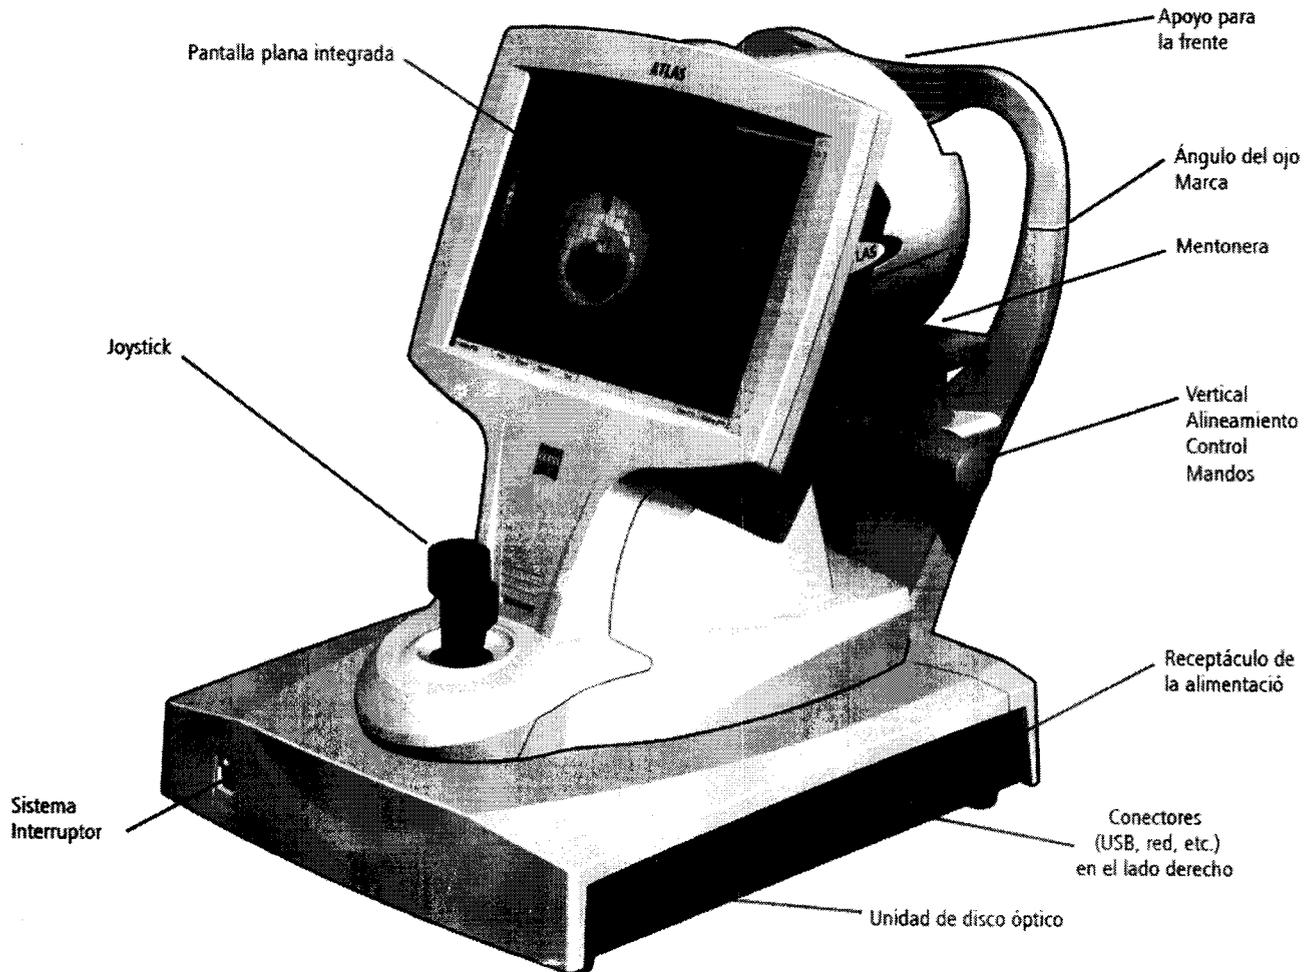
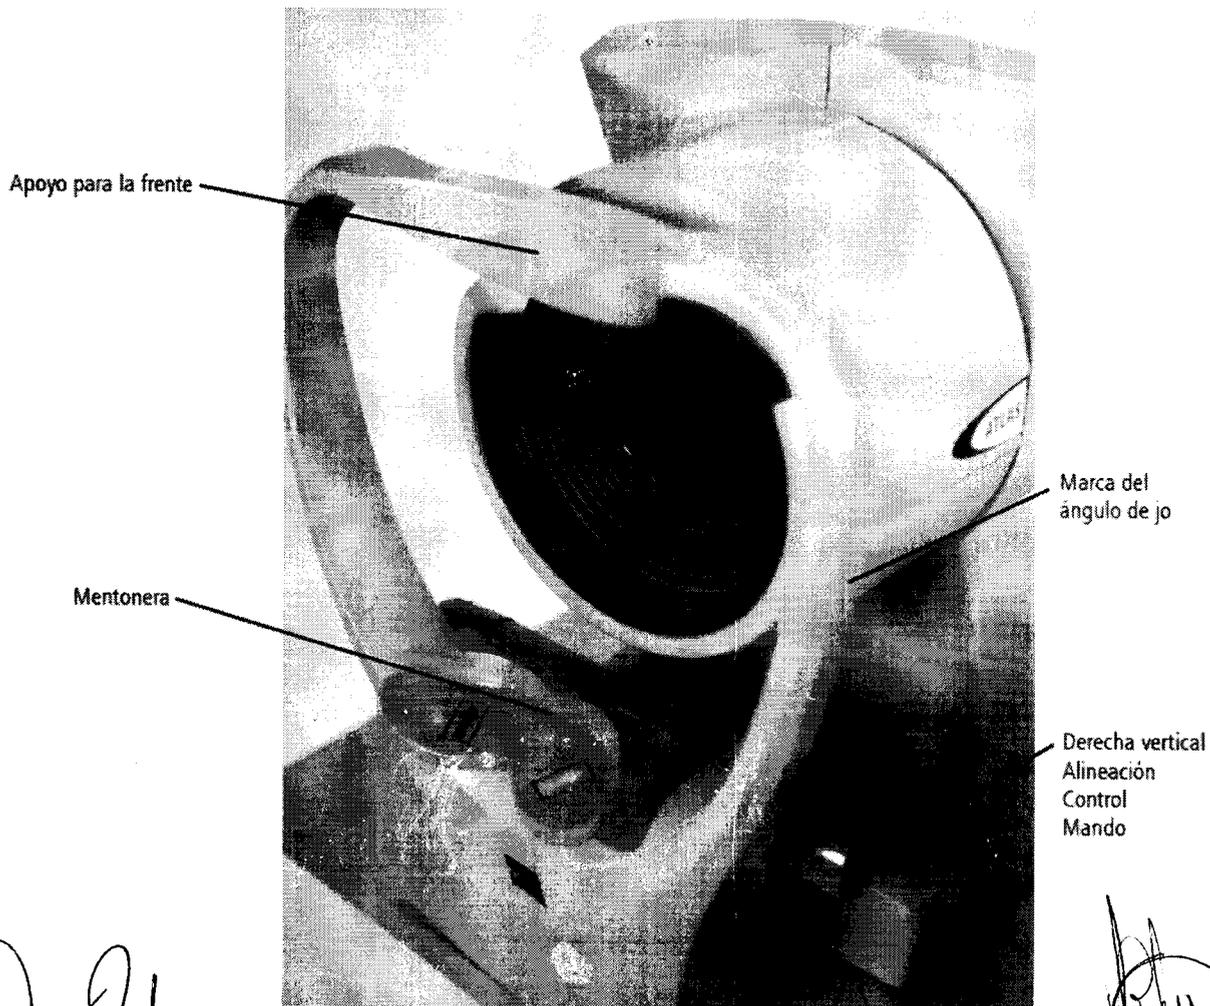

Figura 1-1 Hardware del Sistema ATLAS
Figura 1-2 Conjunto de la mentonera
Con la excepción del teclado y la impresora, el Sistema ATLAS integra todos los componentes de hardware en una unidad, que incluye los componentes ópticos para la adquisición de imágenes, el PC del sistema y una pantalla plana. Carl Zeiss Meditec ofrece una mesa motorizada opcional (Figura 1-5 y Figura 1-12), que incluye un mecanismo de ajuste de elevación que permite adaptarla a la altura de cada paciente. En la siguiente ilustración (Figura 1-1) se señalan los componentes del hardware. Las especificaciones del sistema se encuentran en (K) Especificaciones.
El conjunto de la mentonera (Figura 1-2) sostiene la barbilla y la frente del paciente durante un examen. La mentonera se puede ajustar verticalmente para alinear el ojo del paciente con la cámara mediante los botones de mando a izquierda y derecha (consulte Figura 1-1 y Figura 1-2). Puede subir o bajar la mentonera para alinear el ángulo del ojo (rabillo del ojo) con las marcas del ángulo del ojo en el conjunto de la mentonera. Esta mentonera dual especial minimiza la presencia de la sombra de la nariz durante el examen.